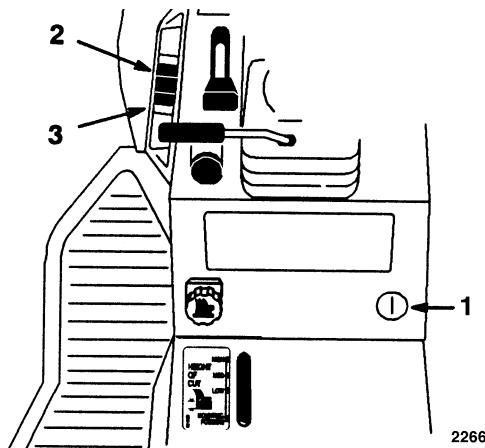

Fig. 9
Il sollevatore meccanico di attrezzi (optional su alcuni modelli) (Fig. 9), viene utilizzato per alzare ed abbassare gli attrezzi.
1. Girare la chiave in posizione di accensione (ON), o di marcia (RUN) (Fig. 9).
2. Alzare l'interruttore per alzare il sollevatore di attrezzi (Fig. 9) e tenerlo alzato.
2. Abbassare l'interruttore per abbassare il sollevatore di attrezzi (Fig. 9).
La manopola di regolazione dell'altezza (Fig. 9) limita la corsa discendente dell'attrezzo. Girando la manopola si modifica il punto d'arresto, in alto o in basso.
1. Alzate la leva di sollevamento dell'attrezzo: vedi Sollevamento attrezzi. Quando la leva è sollevata, girate la manopola di regolazione (Fig. 9) per cambiare il punto d'arresto. Girate in senso orario per aumentare l'altezza dell'attrezzo, e in senso antiorario per ridurla.
2. La spia di regolazione dell'altezza (Fig. 9) indica la variazione, alta o bassa, dell'altezza di sollevamento dell'attrezzo, durante la modifica.